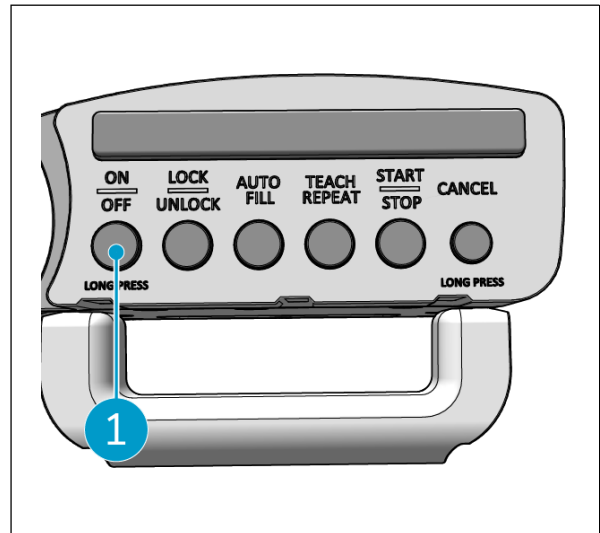

Figura 44
2. Mantenga pulsado el botón ON/OFF (Figura 44, pos. 1) del mando. El botón parpadeará en rojo una vez y las luces del mando se apagarán.